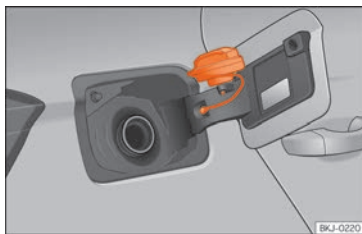

Abb. 57 Tankklappe mit aufgestecktem Tankverschluss.
- Platzieren Sie den Verschluss in der Aussparung, die sich im Scharnier der geöffneten Tankklappe befindet »» **Abb. 57**.